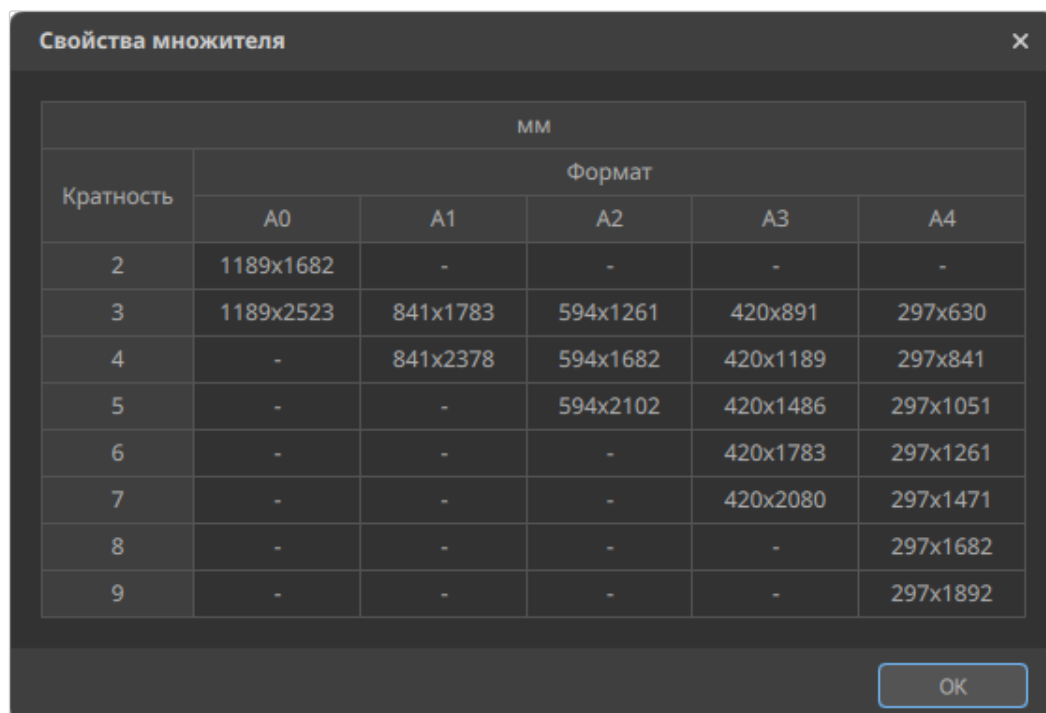

Рисунок 96. Окно «Свойства множителя»
- Кнопка  рядом с полем «Кратность» — открывает окно «Свойства множителя», в котором представлена справочная таблица форматов и разрешенной кратности для каждого формата (см. рисунок 96).